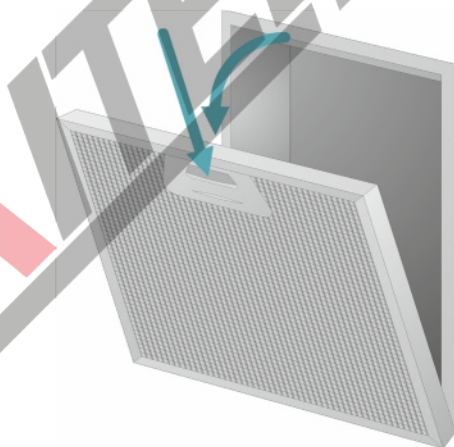

Рис. 12 Снятие алюминиевого жироулавливающего фильтра
1. Нажмите на защелки на жироулавливающем фильтре и снимите фильтр. (Рис. 12)